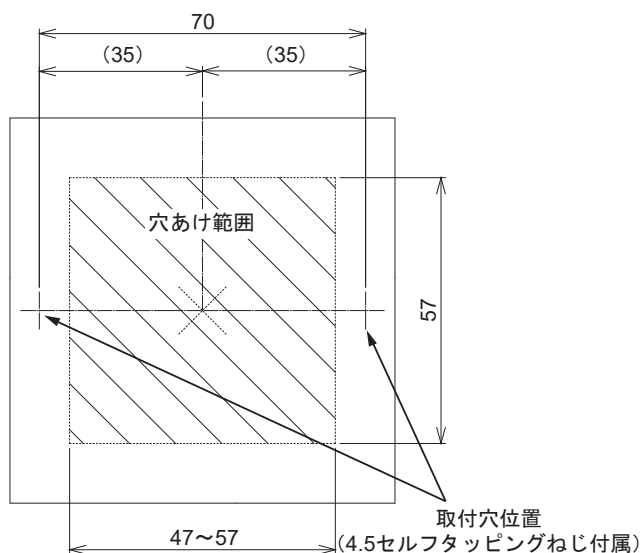

図3 取付案内図 (mm)
(1) 『図3 取付案内図』に示す挿入穴をダクトなどの取付面に開けます。
(2) 調節器の感温部をスプリング・クリップ（2個）ではめて適切な位置に調節します。
(3) 付属の「④ ゴム・グロメット」の割り穴に調節器の導管を挟み「② 取付板」の穴にはめます。
(4) 「① 板」を閉じ、ゴム・グロメットを固定します。
(5) 感温部支持具とダクト用・配管用温度調節器の感温部をダクト内部に挿入し、付属の取付ねじ（2本）で「②取付板」を取付面に固定します。